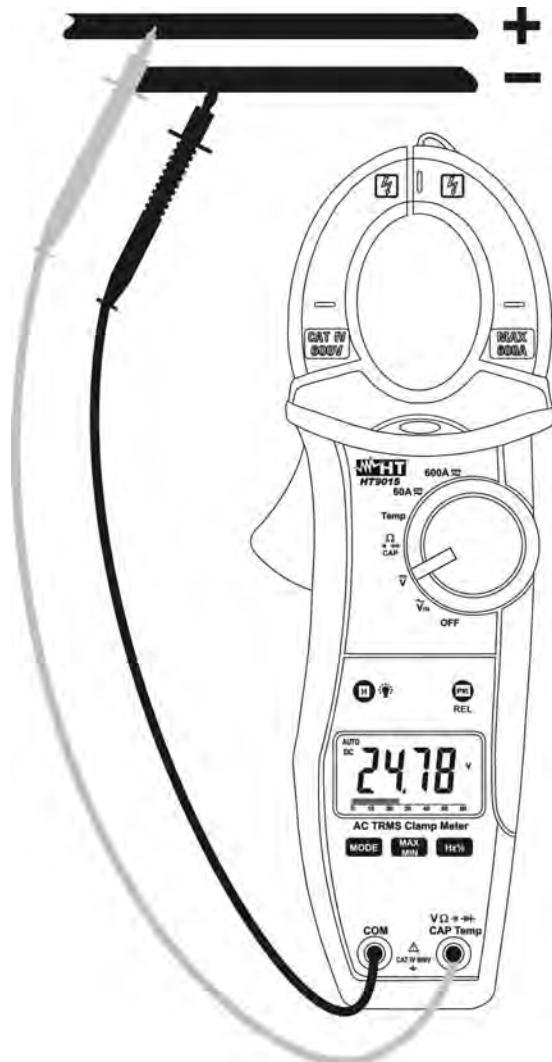

Fig. 4: Uso de la pinza en medidas de Tensión CC
2. Inserte el cable rojo en el terminal de entrada $\text{V}\Omega\text{HzTemp}$ y el cable negro en el terminal de entrada **COM** (Fig. 4)